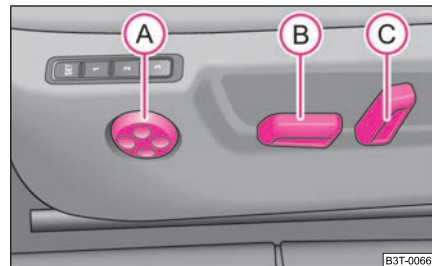

Fig. 63 Vista lateral: ajustar los elementos de mando del asiento
- Desplace el interruptor ② o ③ ⇒ fig. 63 hasta la posición de ajuste deseada.
- A fin de aumentar la convexidad del apoyo lumbar, pulse el conmutador ① delantero ⇒ fig. 63.
- A fin de reducir la convexidad del apoyo lumbar, pulse el conmutador ① posterior.
- A fin de posicionar más alta la convexidad del apoyo lumbar, pulse el conmutador ① superior.
- A fin de posicionar más baja la convexidad del apoyo lumbar, pulse el conmutador ① inferior.